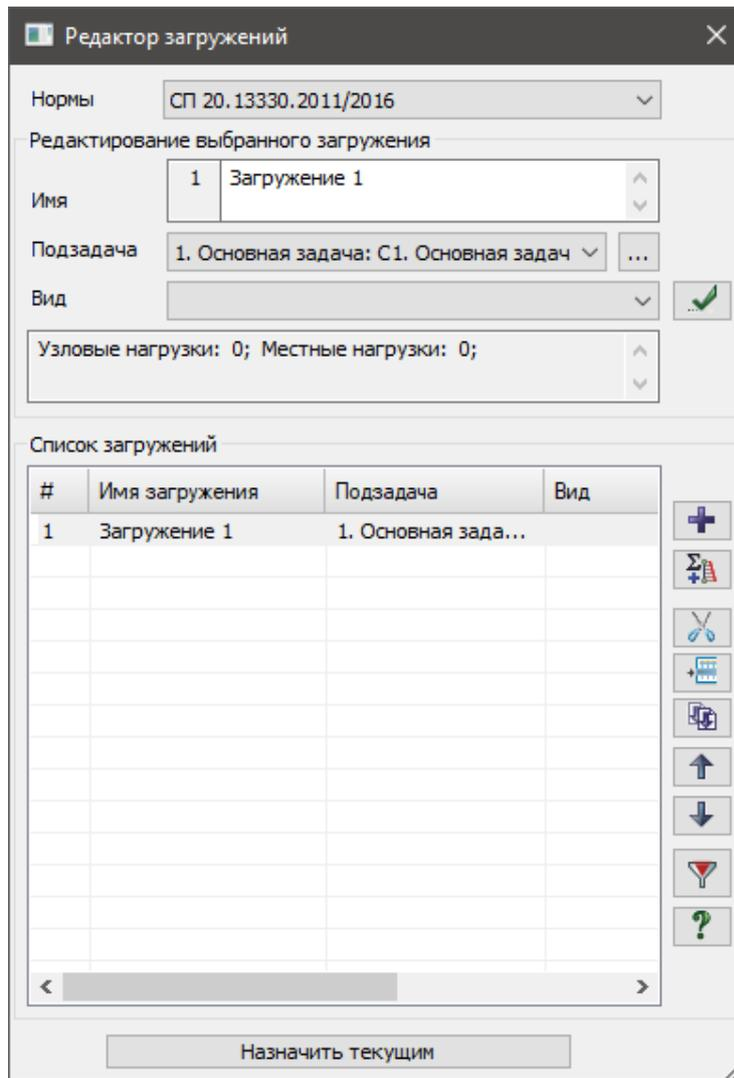

Рис.16.3. Диалоговое окно Редактор загрузений
- Вызовите диалоговое окно **Редактор загрузений** (рис.16.3) щелчком по кнопке  – **Редактор загрузений** (панель **Нагрузки** на вкладке **Создание и редактирование**).